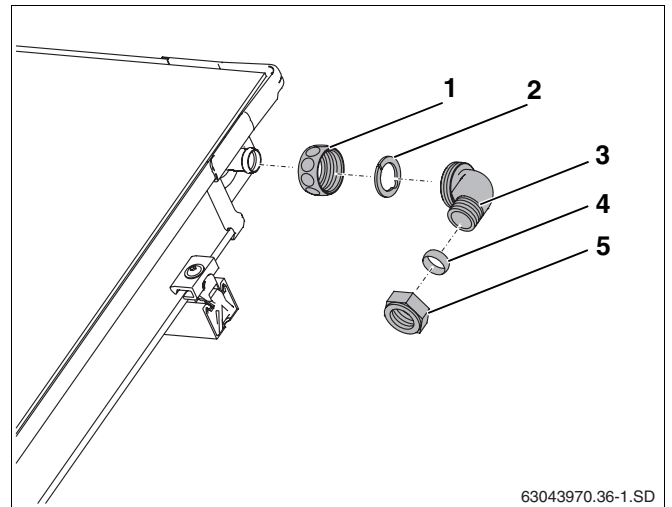

Fig. 57 Montaje de la tubería de impulsión (sin purgador en el tejado)
- ▶ Deslice la tuerca de racor (fig. 57, **pos. 1**) sobre la conexión del colector.
- ▶ Coloque la arandela de sujeción (fig. 57, **pos. 2**) por detrás del borde reforzado de la conexión del colector y júntelas hasta unir las.
- ▶ Presione el ángulo con rosca de conexión (fig. 57, **pos. 3**) sobre la conexión, corrija su orientación y enrósquela con la tuerca de racor.